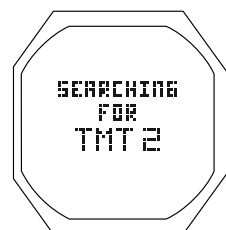

Abb. 100A - TMT SUCHE
- > Nach 2 Sekunden erscheint für 10 Sekunden ein TMT-Suchbildschirm (Abb. 100A), dann wird zum Hauptbildschirm, mit dem neu ausgewählten Gas (und TMT) zurückgekehrt.